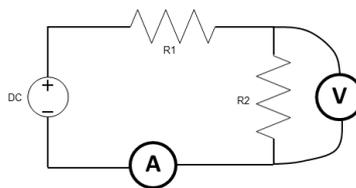

Figure 6 : Montage de mesure indirecte de résistances en série.
3.2. Brancher le générateur HAMEG et les multimètres comme le montre la Figure 6.